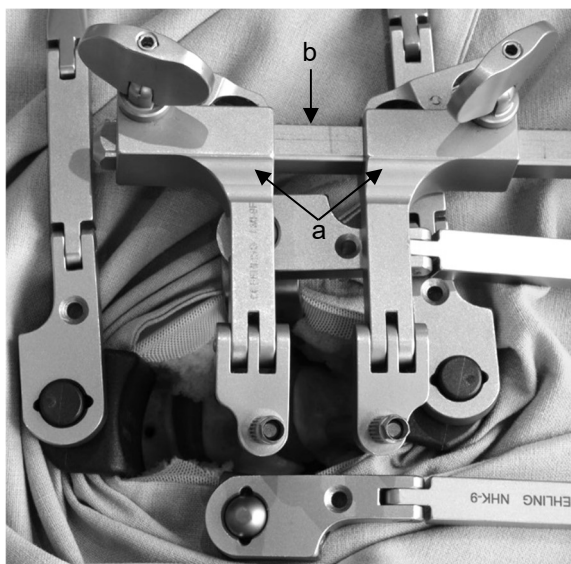

Abb. 13a
9. Beide Spreizerarme (a) können über die gesamte Zahnstange (b) bewegt werden. Dadurch besteht die Möglichkeit, dass die Zahnstange komplett genutzt werden kann und verschiedene Positionen der Spreizerarme gegeben ist, weil die Spreizerarme mittig (Abb. 12b), an dem einen Ende der Zahnstange (Abb. 13a) oder an dem anderen Ende (Abb. 13b) positioniert werden können.